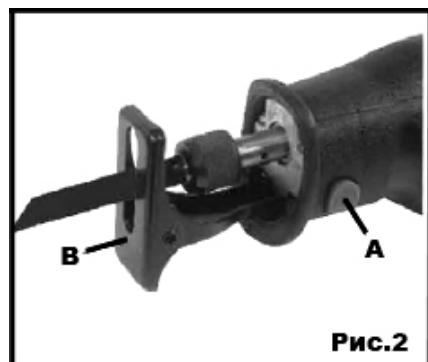

**Рис.1**
### **Установка/замена пильного полотна (Рис.1).**
1. Для установки пилки поверните патрон (A, рис.1) против часовой стрелки, оставьте в таком положении.
2. Вставьте пильное полотно в разъем через отверстие башмака (С, рис.1) до упора. Отпустите патрон, он вернется в прежнее положение, зафиксировав пилку.
Чтобы отрегулировать положение башмака ножовки, нажмите на кнопку (A, рис.1). Передвиньте башмак вперед или назад в нужное положение. Нажмите кнопку блокировки, находящуюся с другой стороны инструмента.